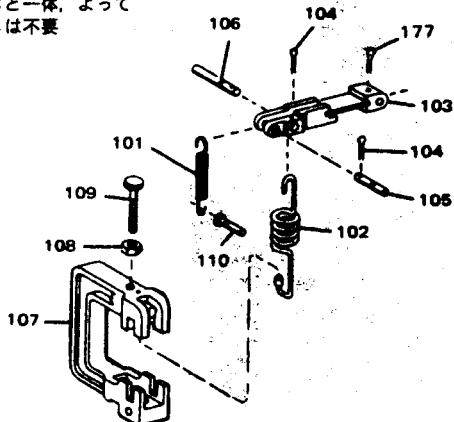

図3-3 低速調整部の分解図
ロースピード・ストップ・スクリュ (109, 図3-3) を調整するためロックナット (108) をゆるめまた、締める場合は必ずガバナを停止させて行って下さい。ガバナ運転中にこの調整を行なうとパイロットバルブ・ブッシング内でパイロットバルブ・プランジャーが焼き付く原因になります。